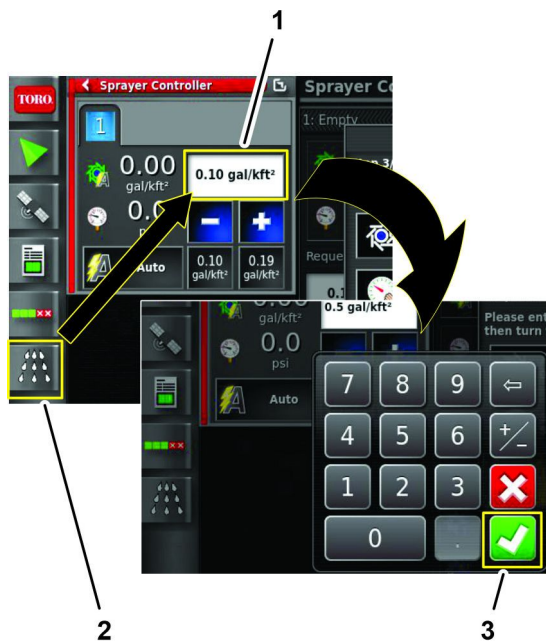

Bild 141
2. Tippen Sie auf das Symbol SPRÜHMENGENSTEUERUNG, tippen Sie das Symbol GEWÜNSCHTE DOSIERUNG, geben Sie über die Bildschirmtastatur die gewünschte Dosierung ein und tippen Sie auf das Bestätigen-Symbol (Bild 141).